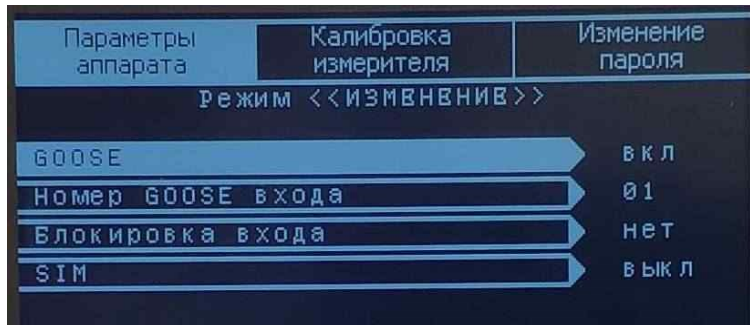

Рисунок 18 – Параметры GOOSE
**2.1.12. «Конфігурація GOOSE»** - підрозділ призначений для конфігурування параметрів GOOSE (див. рисунок 18).